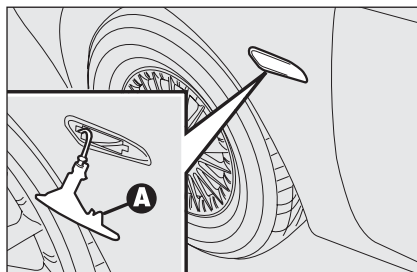

fig. 27
- ☐ spingere a mano il trasparente nel senso contrario alla direzione di marcia della vettura in modo da comprimere la molletta di fissaggio **A**-fig. 27. Liberare la parte anteriore ed estrarre il gruppo;
- ☐ inserire il portalampada **B** nel trasparente **C** quindi posizionare il gruppo verificando lo scatto della molletta di fissaggio **A**-fig. 27.